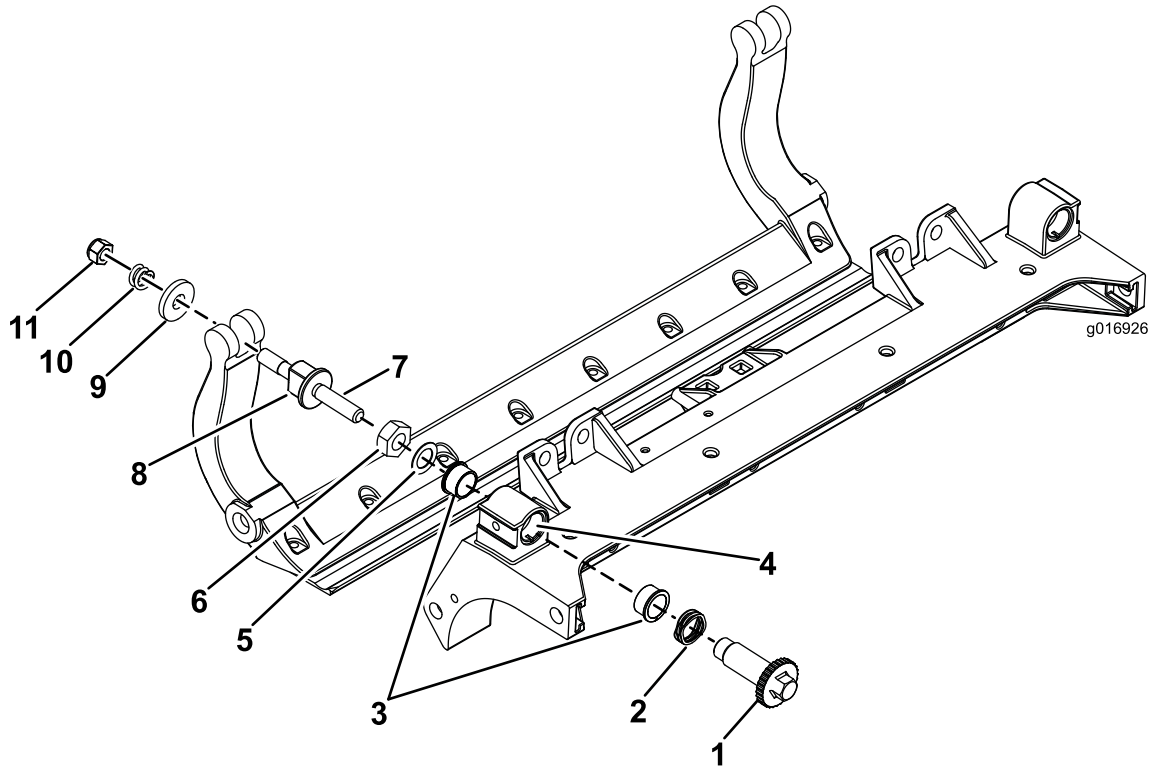

Figura 33
1. Rimuovete tutti i componenti (fate riferimento alle *Istruzioni di installazione* per il kit DPA HD e a Figura 33).
2. Applicate un composto antigrippaggio nella parte interna dell’area della boccola sul telaio centrale dell’apparato di taglio (Figura 33).
3. Allineate le chiavi sulle boccole flangiate alle fessure presenti nel telaio, e montate le boccole (Figura 33).
4. Montate una rondella ondulata sull’albero del regolatore e fate scorrere l’albero del regolatore all’interno delle boccole flangiate nel telaio dell’apparato di taglio (Figura 33).
5. Fissate l’albero del regolatore con una rondella piana e un dado di bloccaggio (Figura 33).
12. Collocate una rondella d’acciaio al di fuori di ognuna delle rondelle di nylon (Figura 33).
Nota: Le rondelle nella parte interna dovranno avere uno spazio (Figura 33).
15. Serrate il dado su ogni gruppo del regolatore del pianale fino a quando la molla di compressione è totalmente compressa, quindi allentate il dado di 1/2 giro (Figura 33).